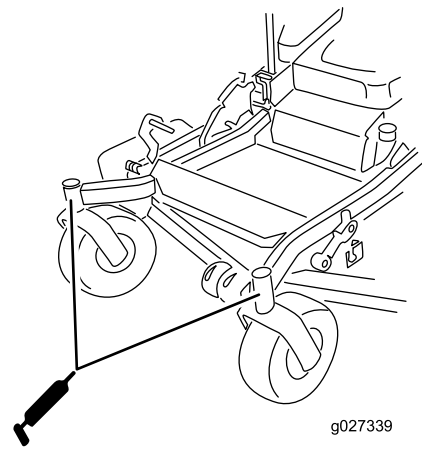

Figura 46
7. Engrase los cojinetes de las ruedas giratorias (Figura 46).
6. Instale el tapón hexagonal y la tapa (Figura 46).